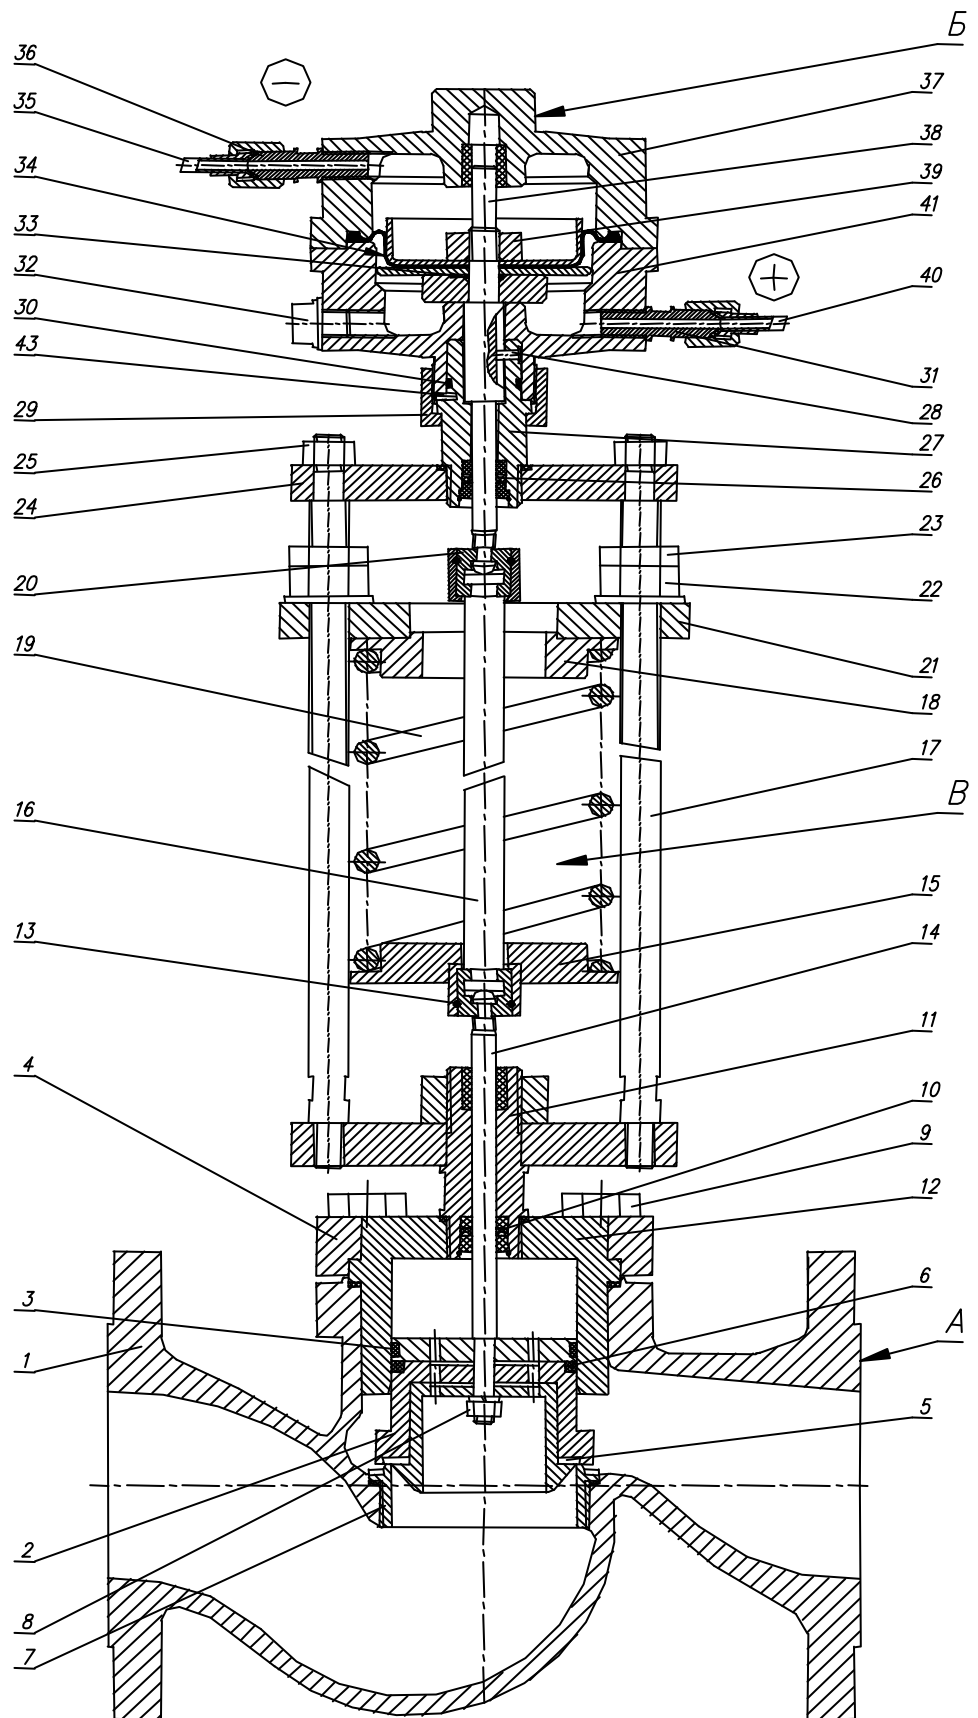

Рисунок 1. Общее устройство регулятора РД-В-80.
2.2.5. Регулятор устанавливать на горизонтальном участке трубопровода согласно схеме подключения (см. рис.1 приложения). Перед регулятором установить магнито-сетчатый фильтр.